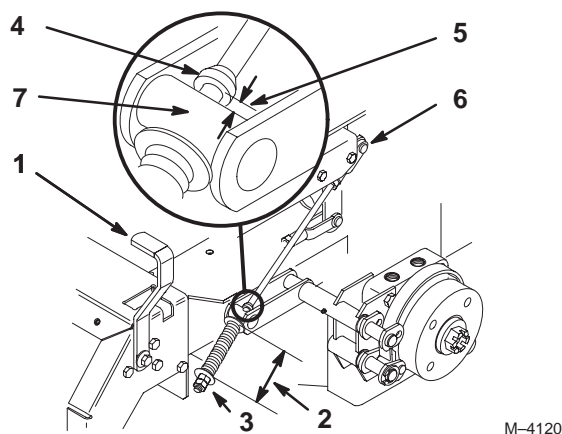

Figure 47
2. Mesurez la longueur du ressort. Les rondelles doivent être distantes de 70 mm (2-3/4 pouces) (Fig. 47).
3. Si un réglage est requis, desserrez l'écrou de blocage situé sous le ressort et serrez l'écrou directement au-dessous de la chape (Fig. 47). Vissez l'écrou jusqu'à ce que le ressort ait la longueur voulue. Serrez les deux écrous ensemble et répétez la procédure de l'autre côté de la machine.
6. Mesurez la distance entre le galet de tourillon et le collier sur la tige de frein. Elle doit être comprise entre 5 et 7 mm (3/16 et 1/4 pouce) (Fig. 47).
7. Si un réglage est requis, desserrez l'écrou de blocage situé juste au-dessous de la chape. Tournez les écrous de réglage inférieurs jusqu'à obtention de l'écart voulu (Fig. 47). Serrez l'écrou de blocage à la chape.